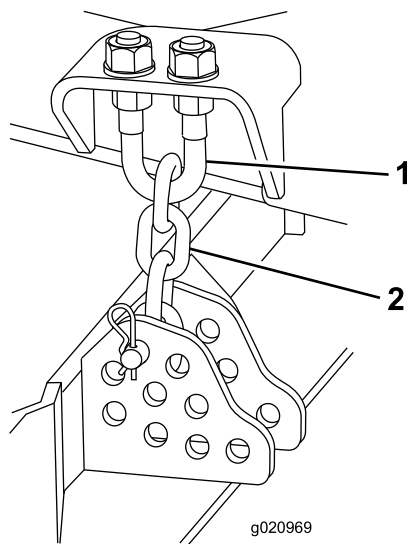

Figura 80
4. Togliete la coppiglia e il perno con testa che fissano le catene dell'altezza di taglio sul retro del piatto di taglio (Figura 80).